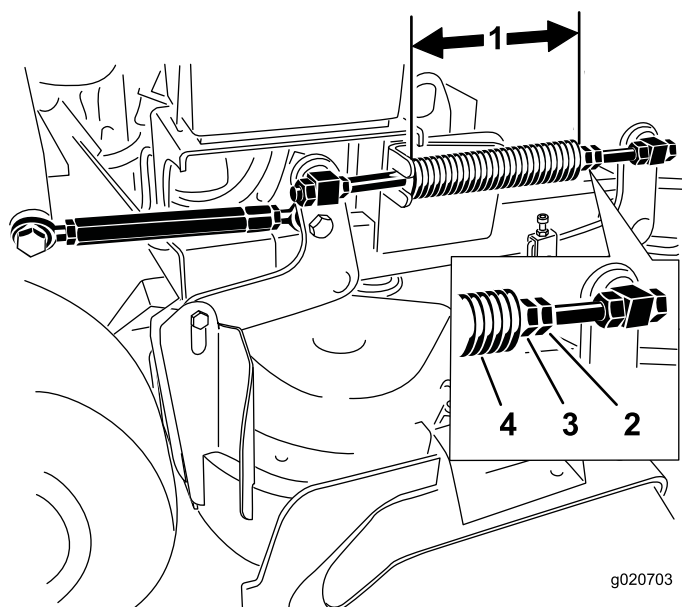

Figura 86
**Nota:** La longitud nominal es de 28.2 ( $11\frac{1}{8}$ " ) para carcasas de corte de 91 cm (36") y de 25.7 cm ( $10\frac{1}{8}$ " ) para carcasas de corte de 102 cm (40") (Figura 86).
3. Ajuste esta distancia aflojando la contratuerca elástica y girando la tuerca que está delante de cada muelle (Figura 86).
4. Fije la tuerca en la posición deseada apretando la contratuerca elástica (Figura 86).